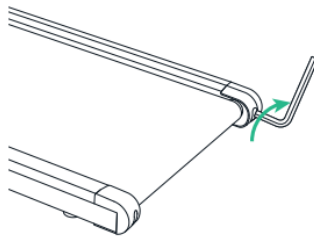

Abbildung 2
- Wenn sich der Riemen nach rechts verschoben hat, verwenden Sie das Sechskantwerkzeug, um die Schraube der rechten Umlenkrolle um 1/4 Umdrehung im Uhrzeigersinn zu drehen (siehe Abbildung 2).